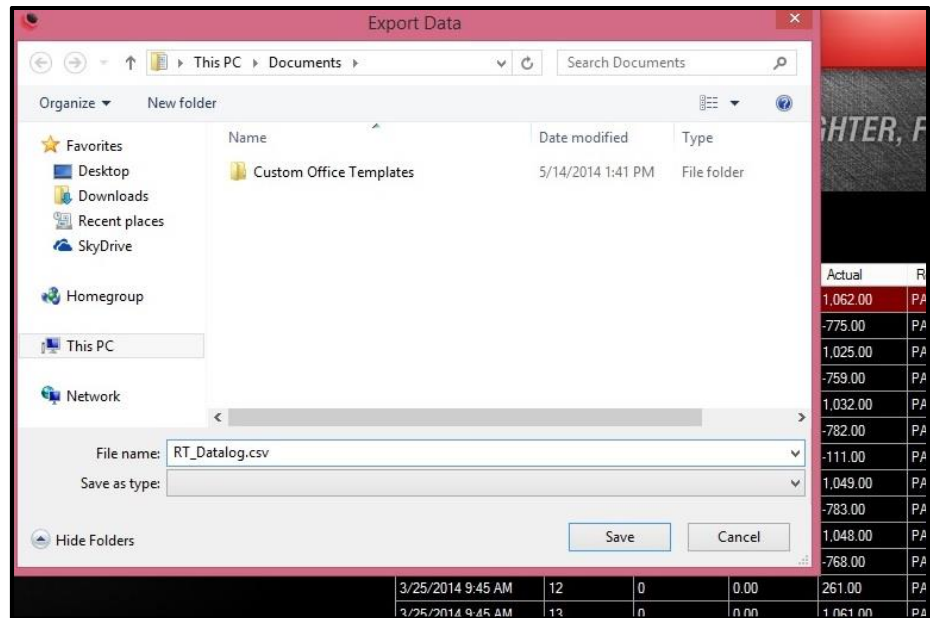

图 5.7-3: 保存数据记录
3. 如果选择了“**Yes**”或者“**No**”，将会出现一个提示窗口，询问文件保存位置（图5.7-3）